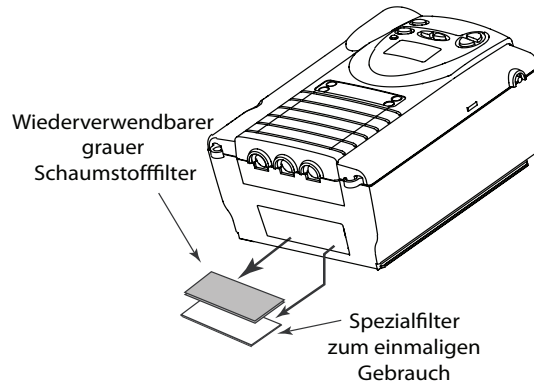

Abb. 9-2 Entfernen der Filter
3. Die Filter durch leichtes Ziehen an den Rändern aus dem Gehäuse nehmen. Der obere Filter ist der wiederverwendbare graue Schaumstofffilter. Der untere Filter ist der optionale weiße Einweg-Spezialfilter (Abb. 9-2).